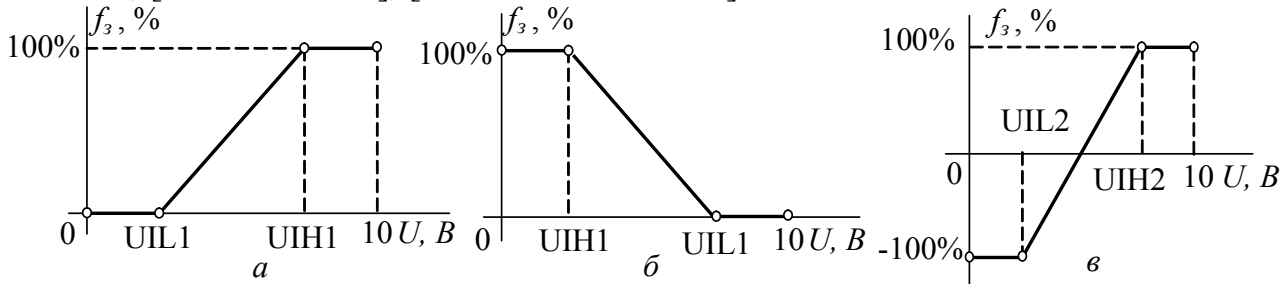
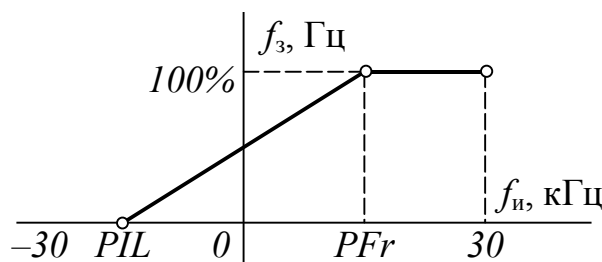

Рис. 7.3. Статические характеристики аналогового входа
Рис. 7.7. Статическая характеристика импульсного входа
Для согласования аналогового входа с источником сигнала его статическую характеристику (зависимость задания на частоту от входного сигнала) можно сделать нелинейной (рис. 7.3а). Абсциссы опорных точек (в диапазоне 0...10 В) для аналогового входа $AI1$ задают с помощью параметров (подменю $AI1$ -, [$AI1$ CONFIGURATION], [КОНФИГУРАЦИЯ $AI1$]):
В случае, если $UIL1 > 0$, в диапазоне малых входных сигналов (0... $UIL1$) ПЧ не будет реагировать на изменение входного сигнала (зона нечувствительности), а задание на частоту будет нулевым. Если же сигнал больше $UIN1$, задание на частоту будет максимально возможным (зона насыщения). Если максимальное значение выбрано меньше минимального ($UIN1 < UIL1$), статическая характеристика входа имеет вид, изображенный на рис. 7.3б.
- POS, [0 - 100%] – только положительное задание, изменяющееся в пределах 0...100% (как на рис. 7.3а для первого входа);
- nEG, [+/- 100%] – двухполярное задание, изменяющееся в пределах $\pm 100\%$ при изменении входного сигнала в пределах 0...10 В или 0...20 мА (рис. 7.3в).
Импульсный вход имеется на карте расширения VW3A3202. Подобно аналоговым входам, он может иметь нелинейную статическую характеристику (см. рис. 7.3а, б). Абсциссы опорных точек данной характеристики задают значения параметров (подменю PLI-, [RP CONFIGURATION], [КОНФИГУРАЦИЯ RP]):
Поскольку минимальная входная частота может быть отрицательной, статическая характеристика импульсного входа, в отличие от аналоговых, может принимать вид не только рис. 7.3а, б, но и рис. 7.7.